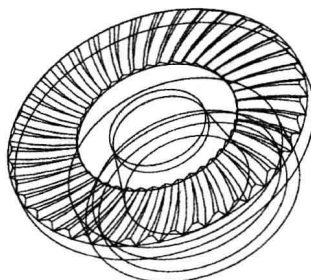

图 1-17 “线框”显示
⑥ “线框”:模型可见边线着色,隐藏边线也着色,隐藏线和可见边线颜色相同,如图 1-17 所示。